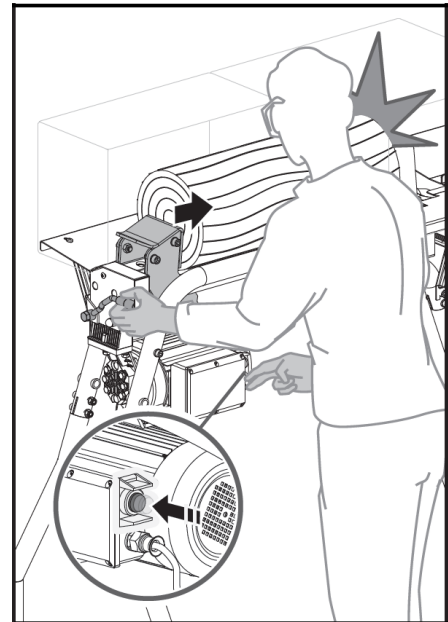

Fig. 14
- La fendeuse de bûches nécessite les deux mains pour fonctionner en toute sécurité : la main gauche contrôle le levier de commande hydraulique (13) et la main droite actionne le bouton de démarrage (7). Voir la figure 14.
- Commencez en appuyant sur le bouton de démarrage (7) et en le maintenant enfoncé pour activer le moteur.
- Ensuite, poussez le levier de commande hydraulique (13) vers le bas pour engager le poussoir de bûche (11).